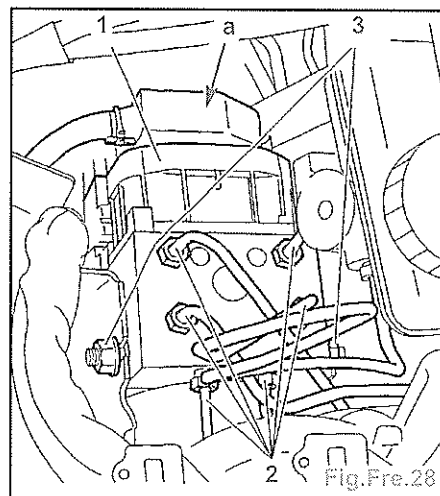

Fig.Fre.28
- Débrancher le connecteur en (a) (Fig.Fre.28).
- Désaccoupler les canalisations (2) (prévoir l'écoulement du liquide de frein).